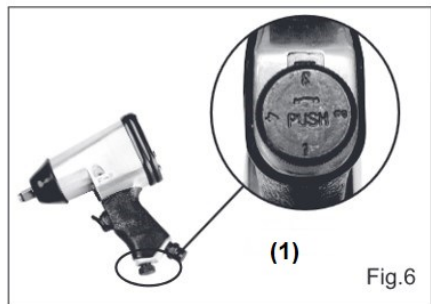

Fig.6
3. Poussez la valve de contrôle (3) vers l'avant de façon à ce que l'extrémité de la valve dépasse la gâchette dans le sens des aiguilles d'une montre (« vers l'avant ») pour le fonctionnement de l'outil.
5. Réglez le débit d'air en poussant le régulateur d'air et le bouton vers le bas des positions 1 à 4 (1, Fig. 6) et alignez le réglage numérique souhaité avec la flèche en retrait (pos. 1 = débit d'air le plus faible, pos. 4 = le plus grand débit).